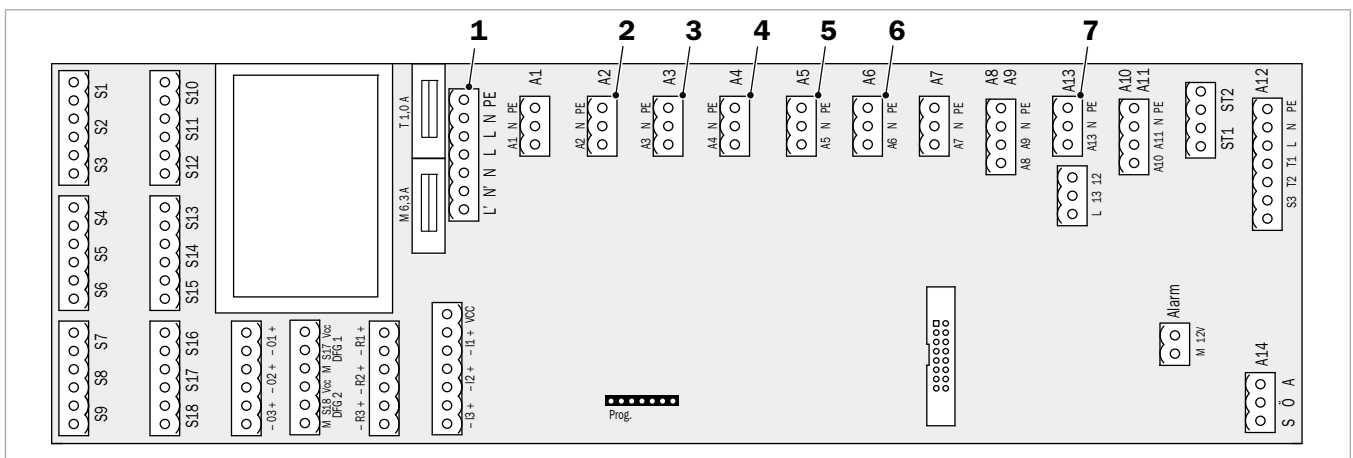

Fig. 26: Grupo de componentes da rede
2. Remover a ficha da conexão (1) do grupo de componentes da rede (→ fig. 26) e inserir na conexão (1) da cablagem de emergência.